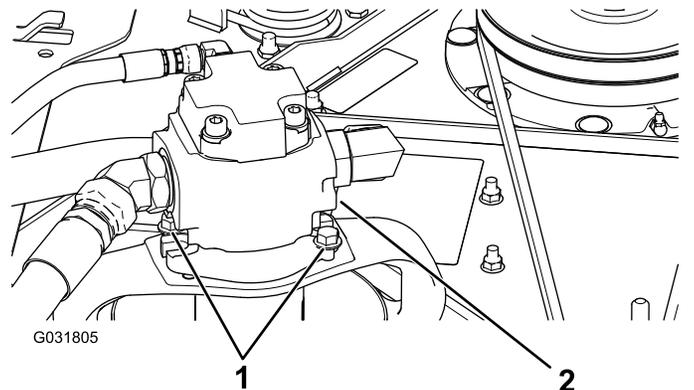

Рисунок 115
5. Выверните болты крепления гидромотора к деке газонокосилки (Рисунок 115).
3. Выверните болты крепления гидромотора к деке газонокосилки (Рисунок 115).